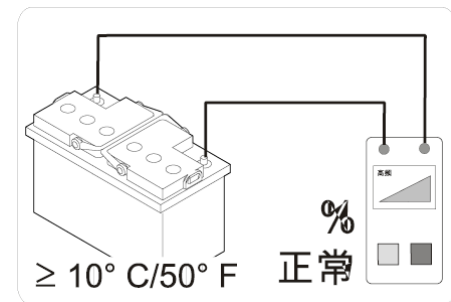
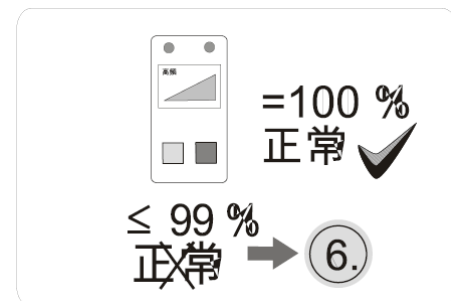

图 36
图 37
- 7.5 检查、评估并记录蓄电池的功能状态（→ 图 36、→ 图 37、→ 参见图）：